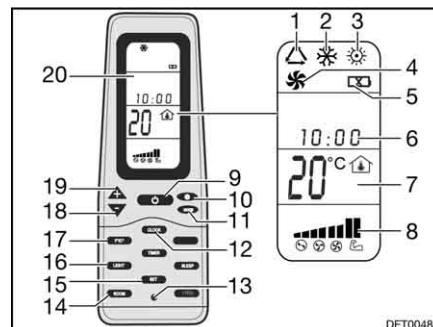

Fig. 171 Mando a distancia
- Pulsar la tecla ON/OFF (Fig. 171,9).
- Pulsar la tecla "Mode" (Fig. 171,11) las veces que sean necesarias hasta que se visualice el modo de funcionamiento deseado (Fig. 171,1, 2, 3 ó 4) en el display (Fig. 171,20).
- Ajustar la temperatura deseada con las teclas "+" (Fig. 171,19) y "-" (Fig. 171,18).
- Seleccionar la etapa deseada del ventilador con la tecla Velocidad del ventilador (Fig. 171,10).